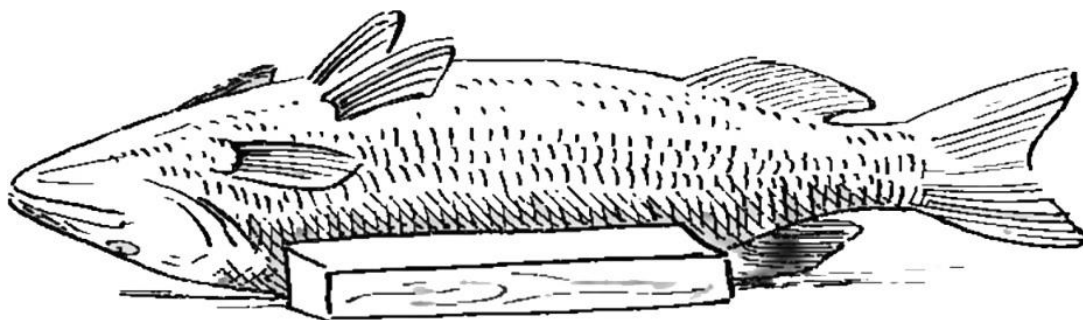

Рисунок 6 – Рыба между брусками, подготовленная к препарированию
1.2. Затем зафиксируйте рыбу либо вертикально при помощи деревянных брусков (рисунок 6), либо уложите ее на бок.